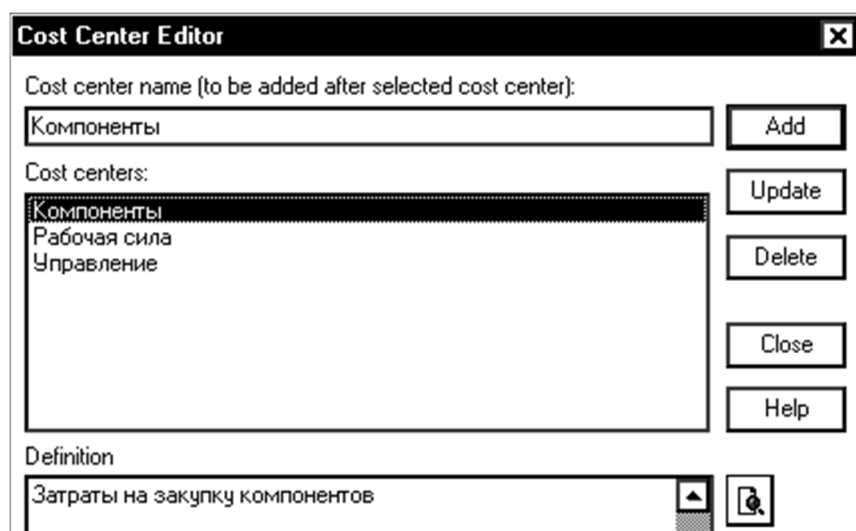

Рис. 18. Центры затрат
3. Перейдите в меню *Model/ Cost Center Editor* и в окне **Cost Center Editor** внесите имена (*Cost Center name*) и определения (*Definition*) трех центров затрат в соответствии с таблицей 5 и рис. 18. Для внесения нового центра затрат наберите наименование, определение и щелкните по кнопке **Add**. Добавленные центры затрат показываются в среднем поле.